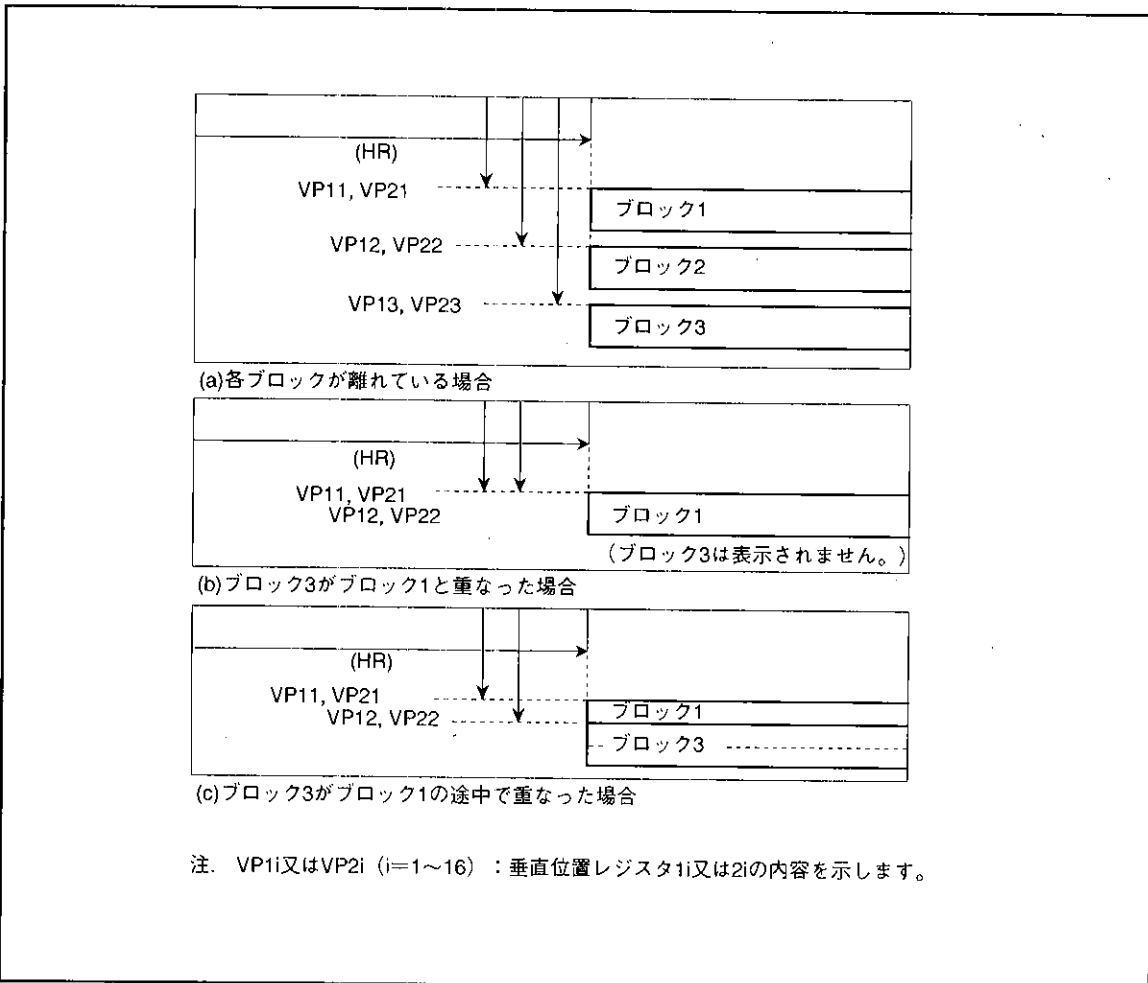

図53. 表示位置
① 同レイヤ内で表示位置が他のブロックと重なった場合(図53の(b))、ブロック番号(1~16)の若い(小さい)方が前面に表示されます。
② 同レイヤ内で1つのブロック表示中に、他のブロックの表示開始位置がきた場合(図53の(c))は、垂直表示開始位置の設定値が大きい方が表示されます。ただし、ドットサイズが2Tc×2Hと3Tc×3Hのブロックは他のブロックの表示期間中*に表示させないでください。